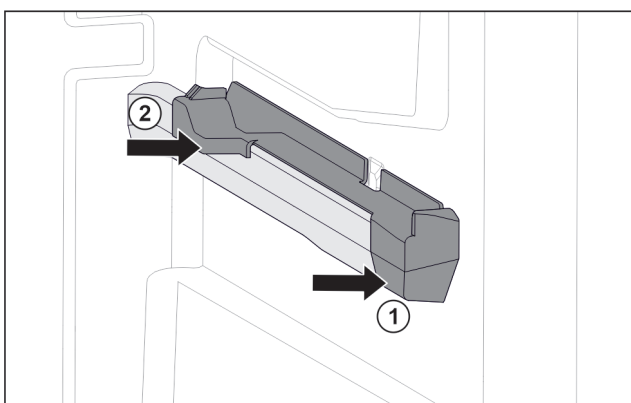

Fig. 42 Insteekelement op rechter containerrib
- ▶ Insteekelement voor tegen containerrib plaatsen. Fig. 42 (1)
- ▶ Insteekelement achter aandrukken. Fig. 42 (2)